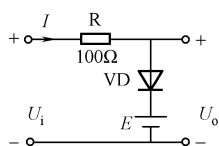

图 1.23
1.19 图 1.23 所示是正向限幅电路,设二极管是理想的, E 为 $6V$,当输入电压 U_i 取不同的值时,试将输出电压 U_o 、电路中电流 I 的对应值及二极管的工作状态(若是截止的,还须写出二极管承受的反向电压值)填入表 1.2 中。